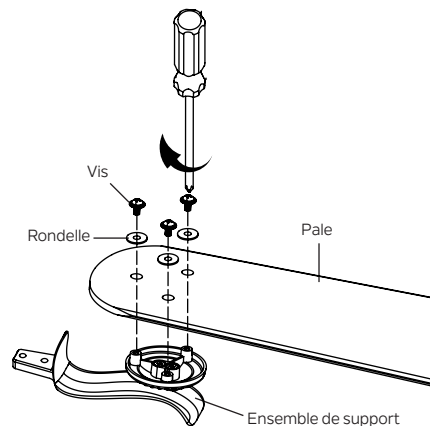

Fig. 20
Étape 1. Fixez les pales aux supports comme indiqué, serrez-les solidement à l'aide des vis et des rondelles du pack de quincaillerie. (Fig. 20)